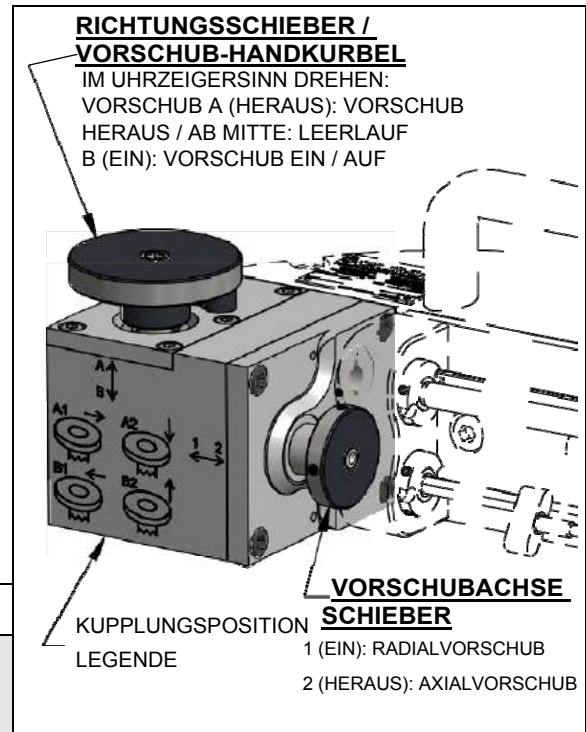

ABBILDUNG 4-1. VOR-STEURELEMENTE (FF1200 DARGESTELLT)
4. Einstellen des Schaltknopfs der Vorschubachse (Abb. 4-1) auf eine der folgenden Positionen:
5. Einstellen des Vorschubrichtungsschiebers (Abb. 4-1) auf die erforderliche Richtung.